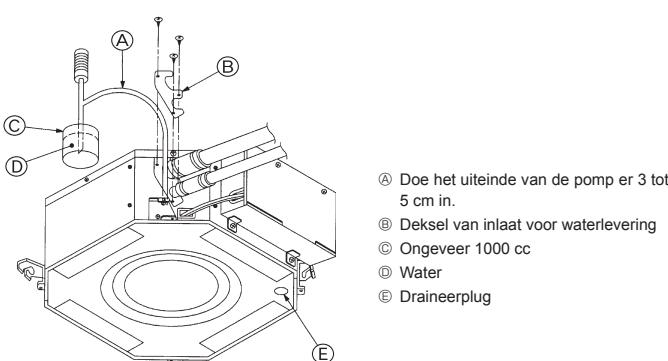

Fig. 6-3
- Richt de afstandsbediening op de afstandsbedieningssensor van het binnennapparaat en voer de stappen ② t/m ⑦ uit.
6.3. Controle van de drainage (Fig. 6-3)